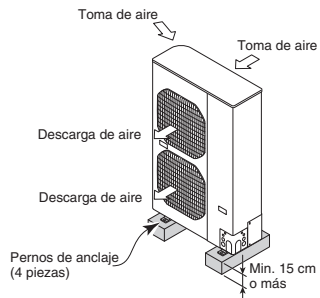

Fig. 2-5
- Coloque una base sólida (bloque de hormigón, 10 x 40 cm de viga o similar), a un mínimo de 15 cm sobre el nivel del suelo para reducir la humedad y proteger la unidad contra un posible daño por agua y la reducción de la vida de servicio. (Fig. 2-5)